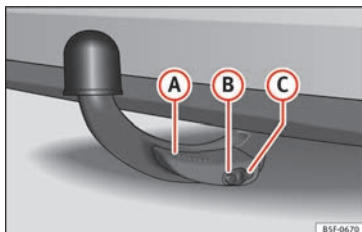

Bild 227 Borttagbar dragkrok ordentligt fastsatt
- Spaken **(A)** » bild 227 är helt upplyft.
- Utlösningsskruven **(B)** » bild 227 sticker ut helt (rödgrön del synlig).
- Skyddet **(C)** » bild 227 är placerat över låset.